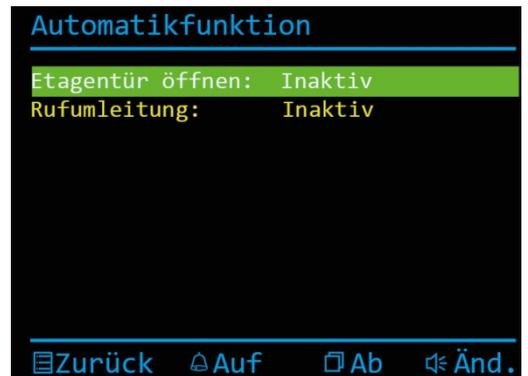

Abb. 32: Automatikfunktionen
- ▶ Drücken Sie die Bildtaste  oder die Ruf AUS-Taste  und wählen Sie eine Automatikfunktion aus (Abb. 32).